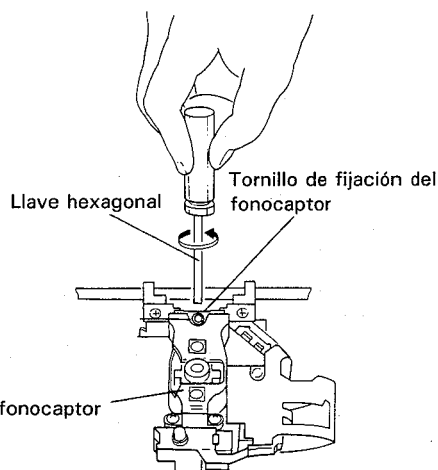

Fig. 4
6. Afloje el tornillo de fijación del fonocaptor de la parte superior de la unidad, y saque con cuidado el onjunto del fonocaptor. (Fig. 4)